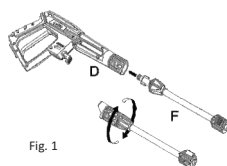

Fig. 1
A. Introduceți lancia de extensie (F) în pistolul de pulverizare (D). Împingeți și rotiți lancia de extensie (F) în sens orar pe pistolul de pulverizare (D) până când este strânsă manual pentru a o bloca în poziție. Atunci când piesele sunt îmbinate corect, nu ar trebui să puteți separa cele două componente trăgând direct de pistolul de pulverizare (D). Introduceți duza de detergent în același mod, în funcție de care accesoriu este cel mai potrivit pentru suprafața pe care o curățați. O singură componentă poate fi introdusă în pistolul de pulverizare la un moment dat. Toate accesoriile trebuie introduse complet în pistolul de pulverizare pentru o utilizare corectă. (A se vedea Fig. 1)